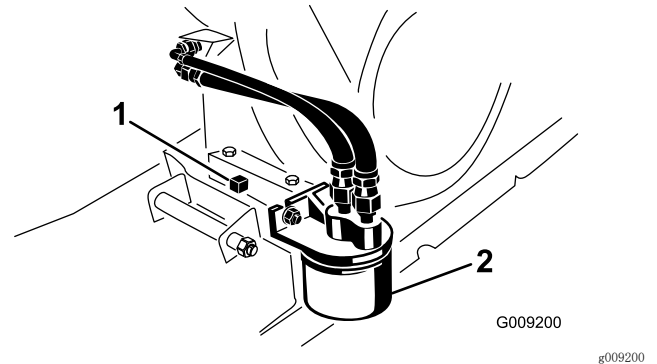

图 33
6. 在排油塞下方放一个放油盘（图 33）。
7. 取出排油塞和密封件（图 33）。
2. 拆下现有机油滤芯（图 33）。
4. 将新滤芯拧到滤芯适配器上，直至垫片接触到安装板，然后将滤芯旋紧 1/2 至 3/4 半圈（图 33）。